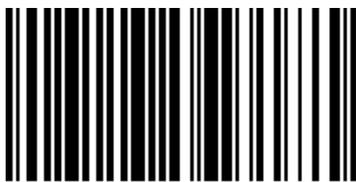

Fig. 37 - Retrait des vis
- Pour la substitution et/ou nettoyage de la vis sans fin il faut dévisser les trois vises du motoreducteur et le défiler, dévisser les deux vises au-dessous du motoreducteur de la vis sans fin, enlever la grille de protection des mains à l'intérieur du serbatotio, et enfin dévisser les boulons à l'intérieur de la vis sans fin. (voir **Fig. 37** **Fig. 38**).